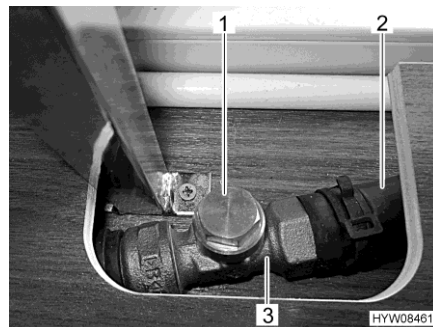

Fig. 128 Valvola (aperta)
- Afferrare la tubatura di bypass (Fig. 128,2) dietro la valvola (Fig. 128,3). Il tubo flessibile deve essere tiepido.
- Se il tubo flessibile non è tiepido, controllare la regolazione della valvola. Se la valvola è chiusa, ruotare il coperchio della valvola (Fig. 128,1) in senso antiorario.